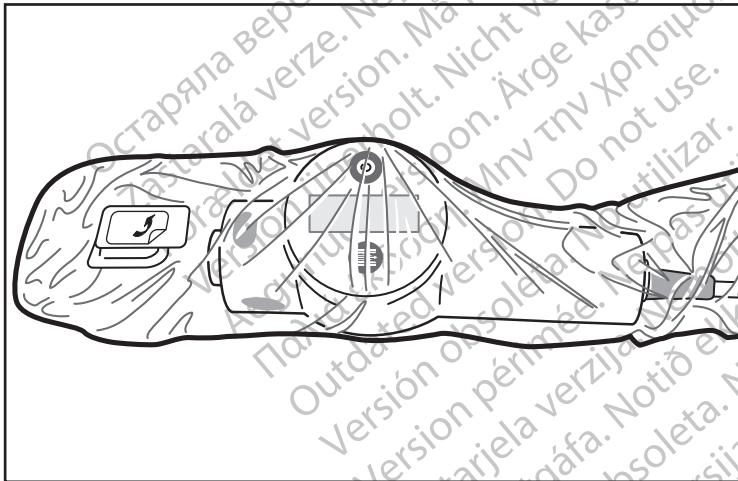

Figure 6. Poche mise en place
7. Pour placer la poche en position, arrêter l'avancement de l'unité d'entraînement à moteur MDU5 PLUS dans la poche dès qu'un bon ajustement est obtenu. Il n'est pas nécessaire que l'opérateur du champ stérile avance l'unité d'entraînement à moteur MDU5 PLUS complètement jusqu'à la plaque frontale de la poche. Un espace entre le nez de l'unité d'entraînement à moteur MDU5 PLUS et la plaque frontale de la poche est normal (figure 6).